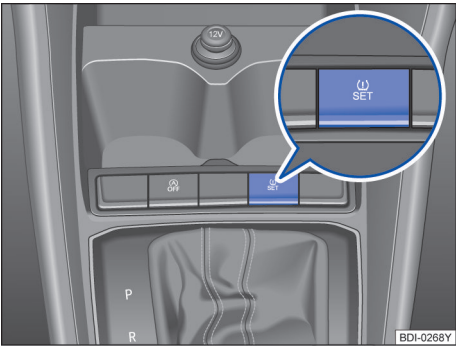

图 119 被动式轮胎气压报警系统设定按钮
- 按下设定按钮 超过 2 秒钟⇒ 图 119⇒ 第 135 页，待仪表发出“咚”一声提示音，确认储存好新的参数后警告灯熄灭。